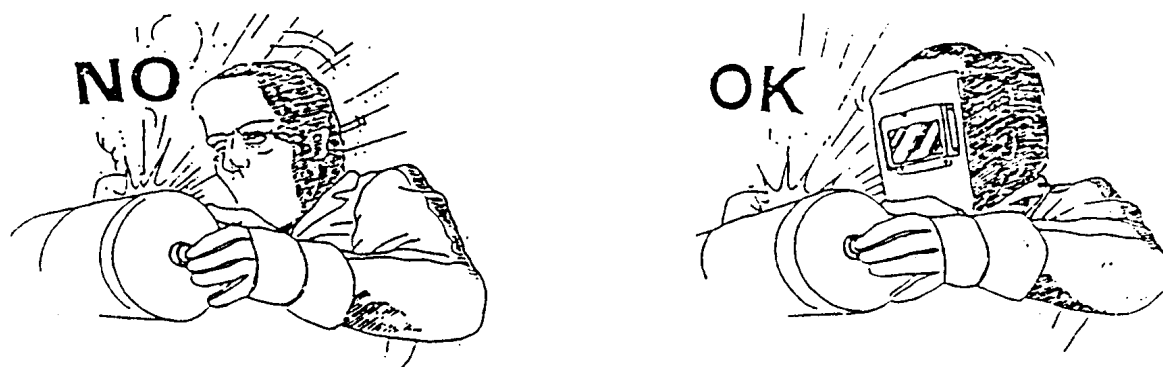

FIG.4
- Non guardate mai, per nessun motivo, un arco voltaico senza una adatta protezione agli occhi ( Fig.4 ).